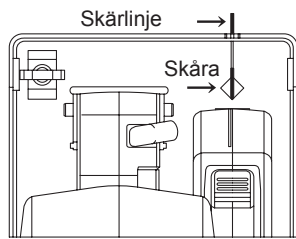

Bild 7
1. Placera riktlinjen på skon i linje med skärlinjen (se bild 7).